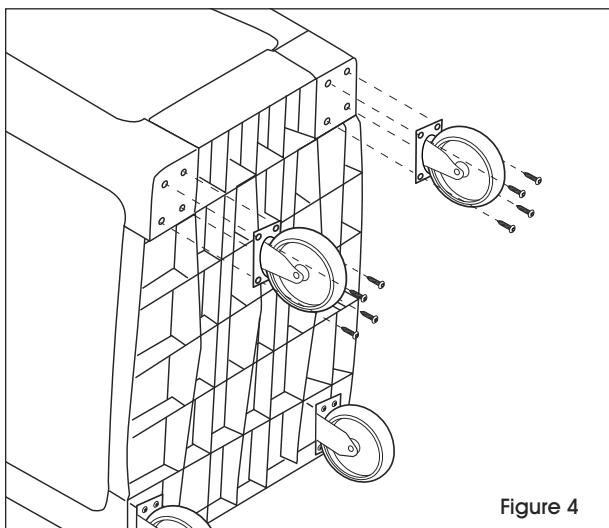

Figure 4
7. Vissez les roulettes pivotantes dans le dessous de la tablette inférieure à l'aide de quatre vis. (Voir Figure 4)